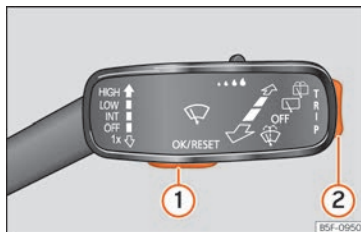

Fig. 132 Leva dell'impianto tergicristalli tasti di controllo.
In presenza di un avvertimento con priorità 1 »» pag. 118, non sarà possibile accedere ad alcun menu. Alcuni avvertimenti possono essere confermati o nascosti con il tasto »» fig. 132 ①.